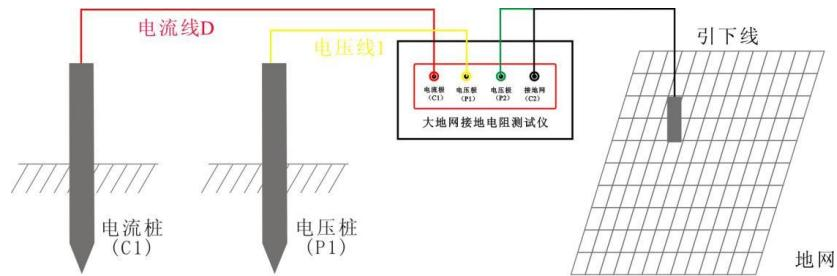

图3 三极法测量接线图
- (3) 电流测试线和电压测试线按规定的长度将一端与仪器相接后平行放出。另一端分别接在两个地桩上(如图3所示)。
- (4) 将已放好的测试线检查一遍, 将万用表一端接电流线或电压线, 另一端接地网线如无阻值显示即为断路, 确认完好再进行测试。
- (5) 检查连线无误后, 给仪器接上AC 220V/50Hz电源, 对仪器进行通电。
- (6) 按测量键, 开始测量。
- (7) 仪器显示测试结束后, 记录测试数据(本仪器可多次重复测量)。
- (8) 关掉仪器电源后, 拆除连线, 测试过程结束。